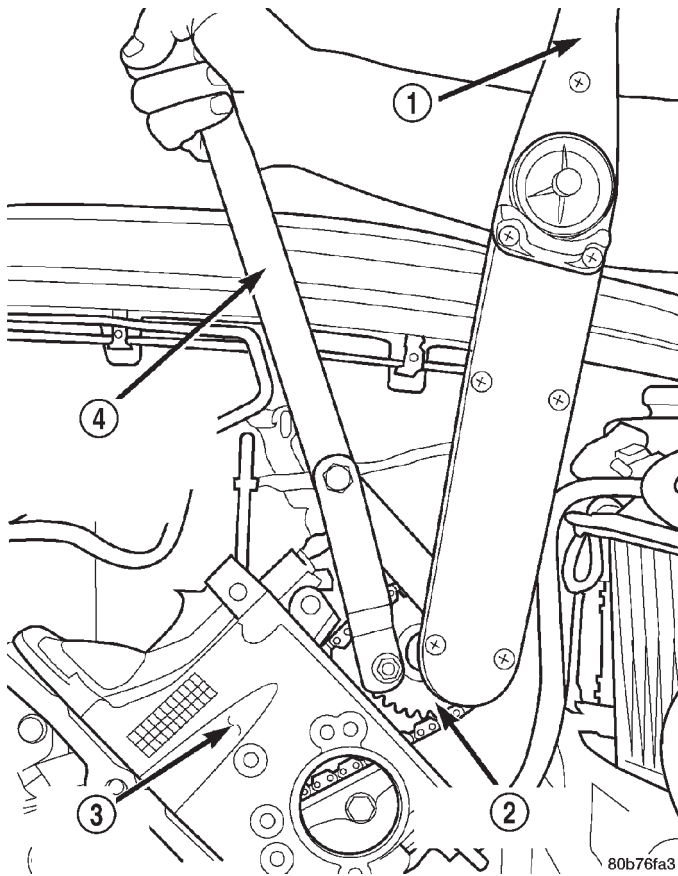

Abb. 91 Befestigungsschraube des linken Nockenwellenrads festziehen
- (10) Mit Spezialwerkzeug 6958 (Schlüssel) und Adapterstiften 8346 (Abb. 91) die Befestigungsschraube des Nockenwellenrads mit einem Anzugsmoment von 122 N·m (90 ft. lbs.) festziehen.
- (11) Ventildeckel montieren.